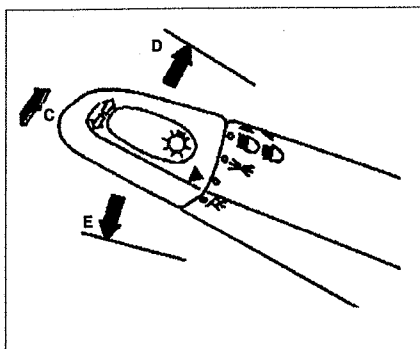

Рис. 1.27. Проверка указателей поворота.
9. Переместите выключатель в положение **D** и **E** (см. рис. 1.27). Проверьте правый указатель поворота в положении **D** и левый — в положении **E**.